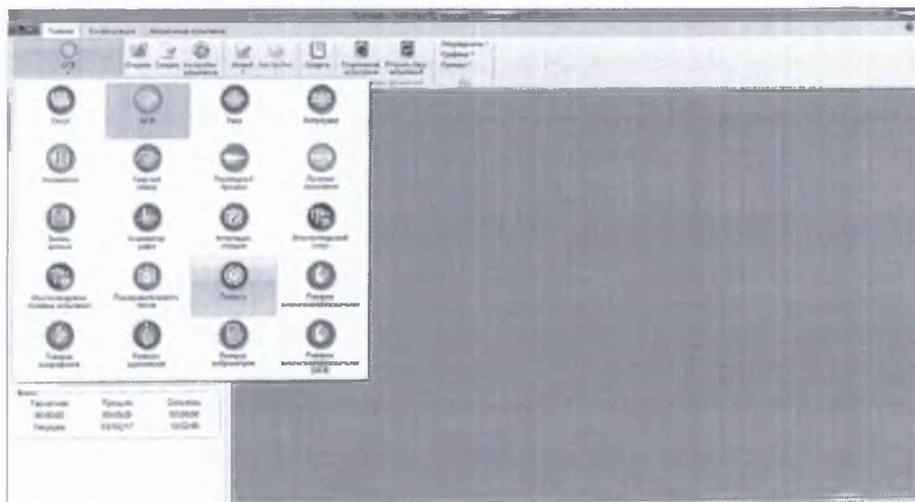

Рисунок 7.2.1
7.2.1.3 Выбрать тип теста «Поверка» (рисунок 7.2.1).